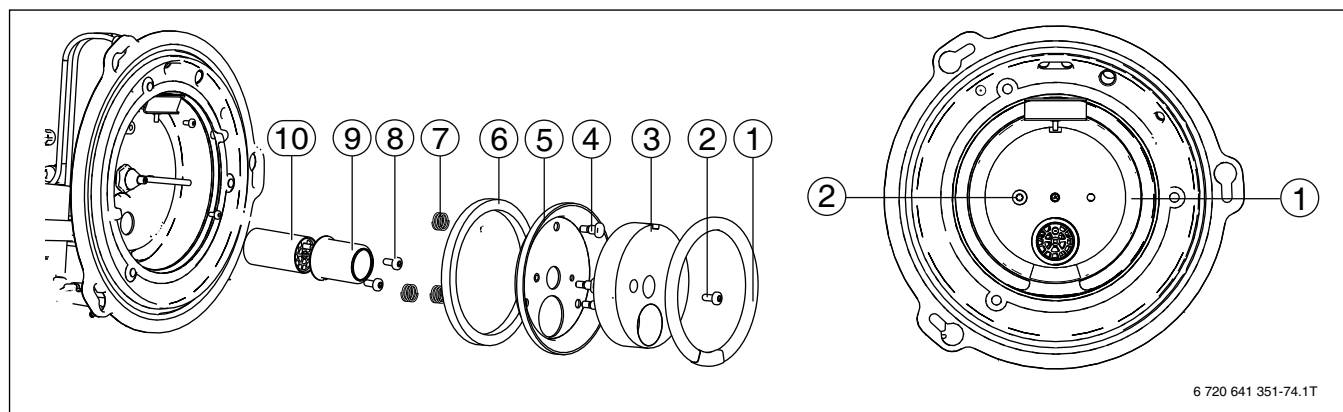

Bild 84 Übersicht Heizelement tauschen
- Wärmetauscherdichtring (→ Bild 84, [1], Seite 48) abnehmen.
- Schraube (→ Bild 84, [2], Seite 48) lösen.
- Wärmetauscherisolierung (→ Bild 84, [3], Seite 48) entnehmen.
- Bolzen (→ Bild 84, [4], Seite 48) demontieren.
- Deckel des Wärmetauschers (→ Bild 84, [5], Seite 48) mit Dichtung (→ Bild 84, [6], Seite 48) und Druckfedern (→ Bild 84, [7], Seite 48) abnehmen.
- Schrauben (→ Bild 84, [8], Seite 48) am Heizelement demontieren.
- Rohr des Heizelementes (→ Bild 84, [9], Seite 48) abnehmen.
- Heizelement (→ Bild 84, [10], Seite 48) herausnehmen.
- Heizelement (→ Bild 84, [10], Seite 48) im Brennergehäuse einsetzen.
- Rohr des Heizelementes (→ Bild 84, [9], Seite 48) montieren.
- Bei Bedarf vorher reinigen und mit zwei Schrauben (→ Bild 84, [8], Seite 48) sichern.
- Dichtung (→ Bild 84, [6], Seite 48) und den Deckel des Wärmetauschers (→ Bild 84, [5], Seite 48) mit Druckfedern (→ Bild 84, [7], Seite 48) einsetzen.
- Deckel des Wärmetauschers mit den Bolzen (→ Bild 84, [4], Seite 48) verschrauben.
- Wärmetauscherisolierung (→ Bild 84, [3], Seite 48) einsetzen.
- Wärmetauscherisolierung mit der Schraube (→ Bild 84, [2], Seite 48) sichern.
- Wärmetauscherdichtring (→ Bild 84, [1], Seite 48) einlegen.